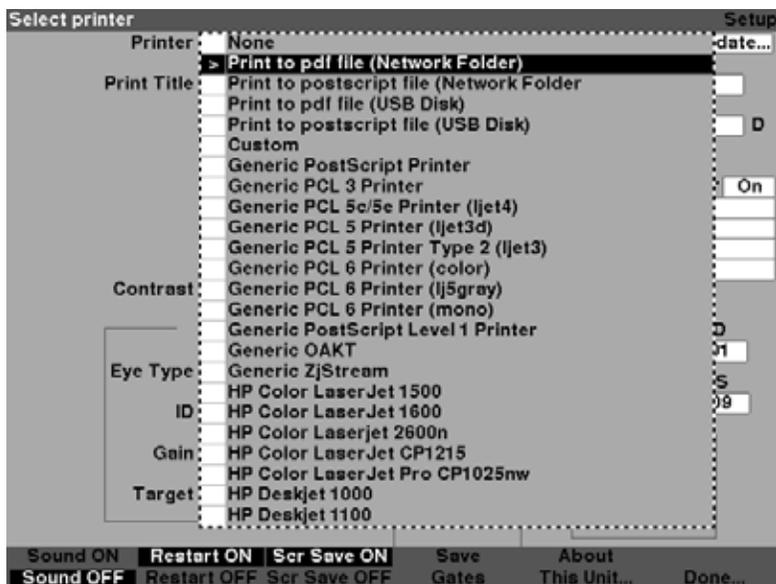

Figura 5-21 Campo da impressora aberto
2. Pressione o botão giratório ou o botão \surd para ativar o campo, indicado pela borda tracejada conforme mostrado na Figura 5-21.